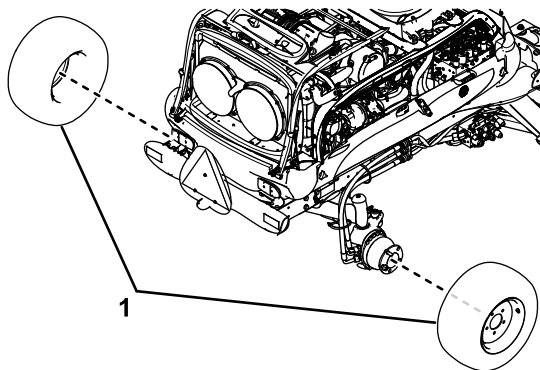

Figura 3
1. Rimuovete le ruote posteriori (Figura 3).